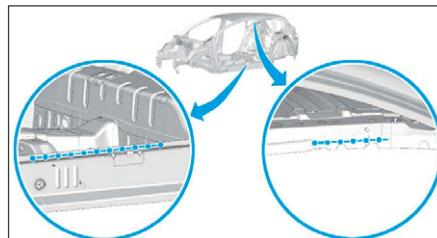

FIG. 93
- Préparer les zones d'accostage et les protéger par un apprêt soudable (Fig.93).